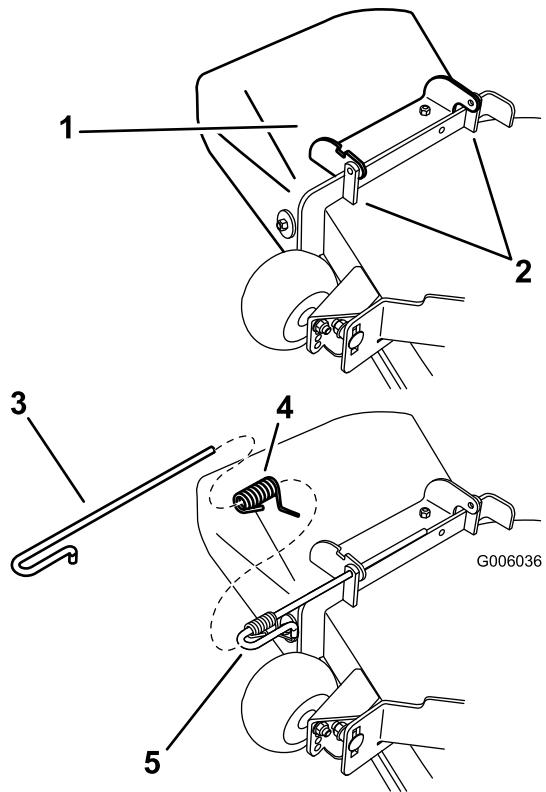

Figure 69
1. Désengagez le ressort du cran dans le support de déflecteur et sortez la tige des supports soudés du plateau, du ressort et du déflecteur d'éjection (Figure 69). Enlevez le déflecteur s'il est endommagé ou usé.
2. Positionnez le nouvel ensemble déflecteur d'éjection en plaçant les extrémités du support entre les supports soudés du plateau, comme illustré à la Figure 69.